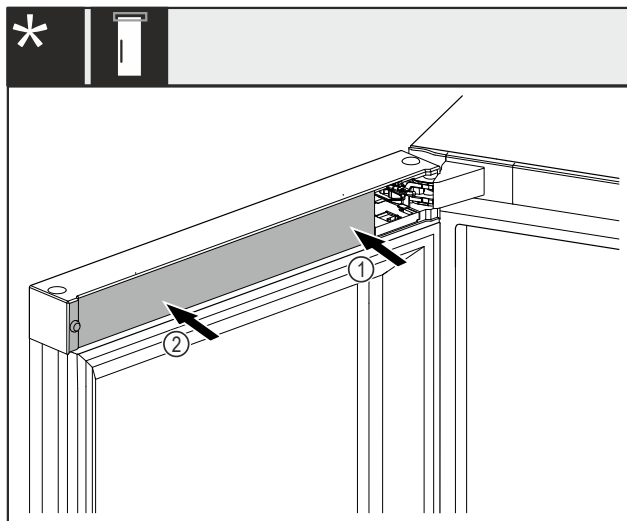

Fig. 50 *
- ▶ Nasadte kryt Fig. 50 (1) nejprve na stranu stojanu ložiska a zaklapněte jej.*
- ▶ Nasadte kryt Fig. 50 (2) na vnější stranu a zaklapněte jej.*